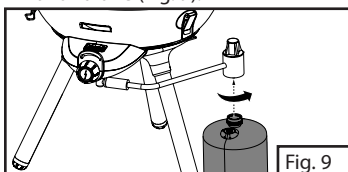

Fig. 9
4. Branchez la bonbonne de propane dans le détendeur et serrez à la main en la tournant dans le sens antihoraire (Fig. 9).